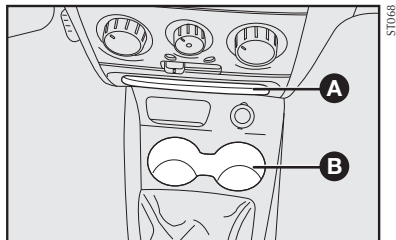

fig. 84
No console central existem duas sedes para colocar, com o veículo parado, copos ou latinhas **B**—fig. 84.
- na parte central do painel **A**—fig. 84.